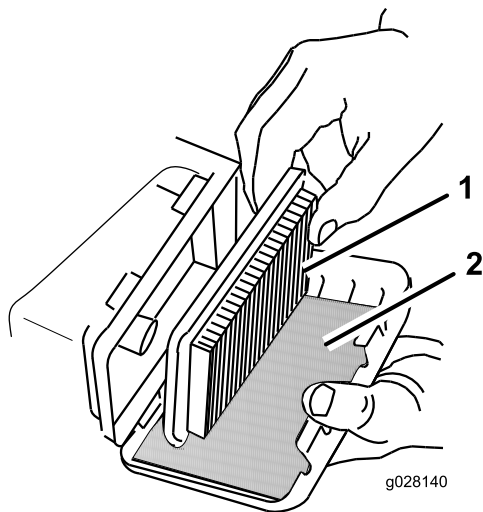

Figure 19
3. Retirez l'élément en papier et le préfiltre en mousse (Figure 19).